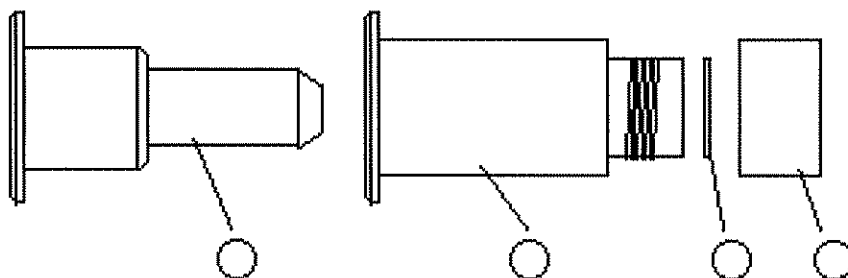

Abb. 5.4: Fasertestadapter
- ◆ Der zum Lichtleitsystem passende Adapter (vgl. Abb. 5.4) ist in die Fasertesteinrichtung links neben der SMA-Buchse einzusetzen (vgl. Abb. 5.1, Einführungsöffnung Fasertest). Das Schutzglas im Adapter muss frei von Verschmutzungen, Einbränden und Beschädigungen sein.